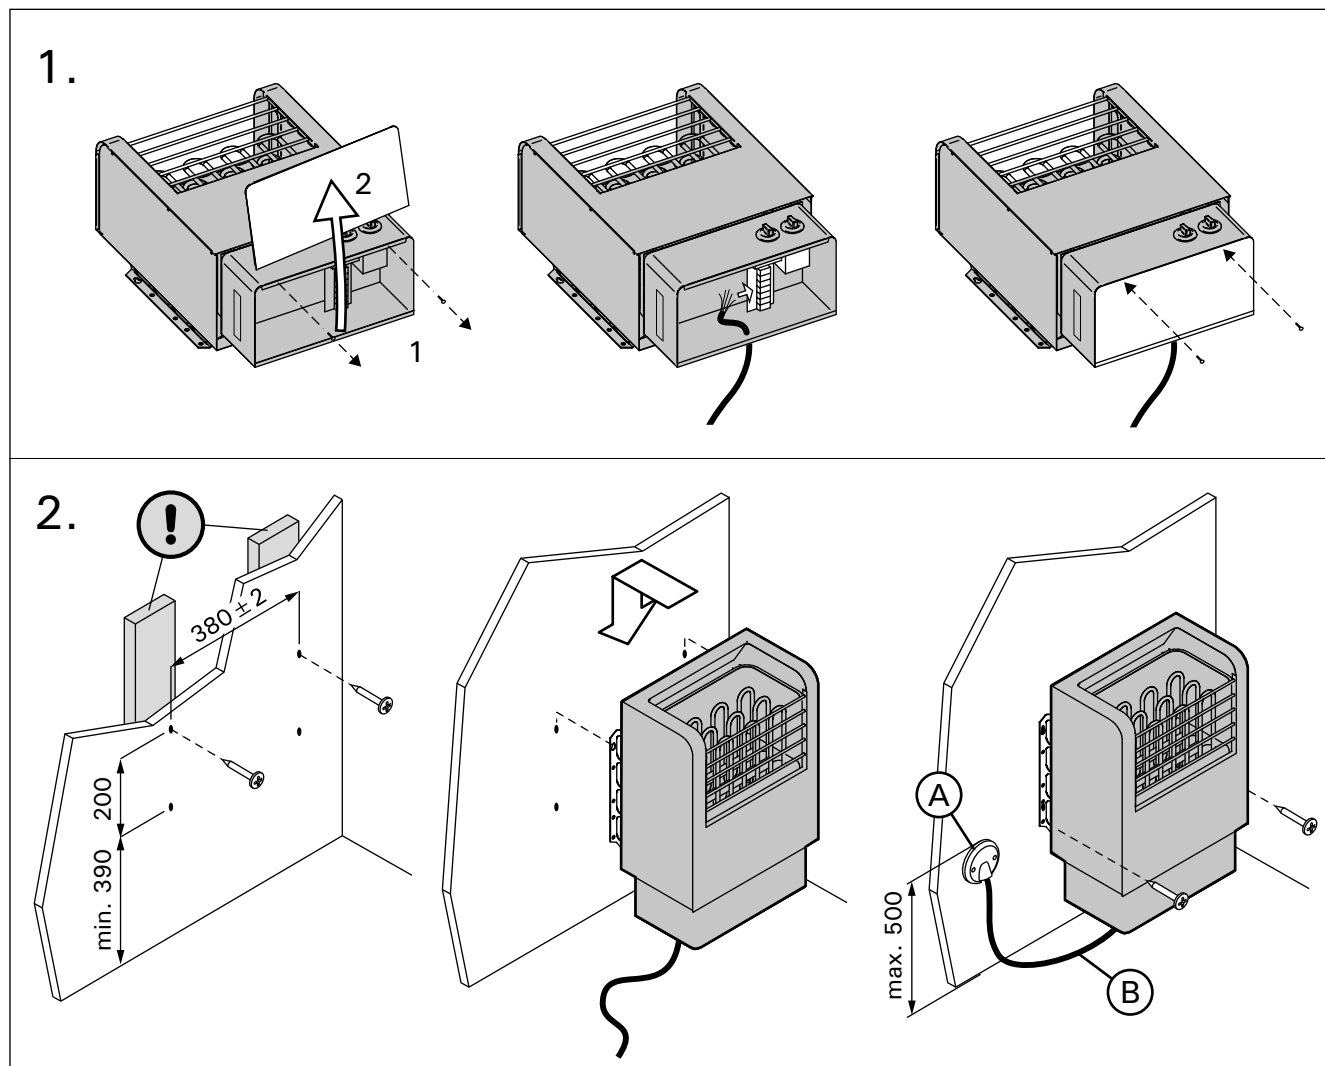

Рисунок 8. Крепление каменки к стене (все размеры приведены в миллиметрах)
См. рис. 8.
- Каменка гибким проводом подсоединяется к соединительной коробке (рис. 8: A) на стене сауны. Соединительная коробка должна быть брызгозащищенной и находиться на расстоянии не выше 500 мм от пола.
- В качестве кабеля (рис. 8: В) следует использовать резиновый кабель типа HO7RN-F или подобный. **ВНИМАНИЕ! Использование кабеля с ПВХ-изоляцией запрещено вследствие его разрушения под воздействием тепла.**